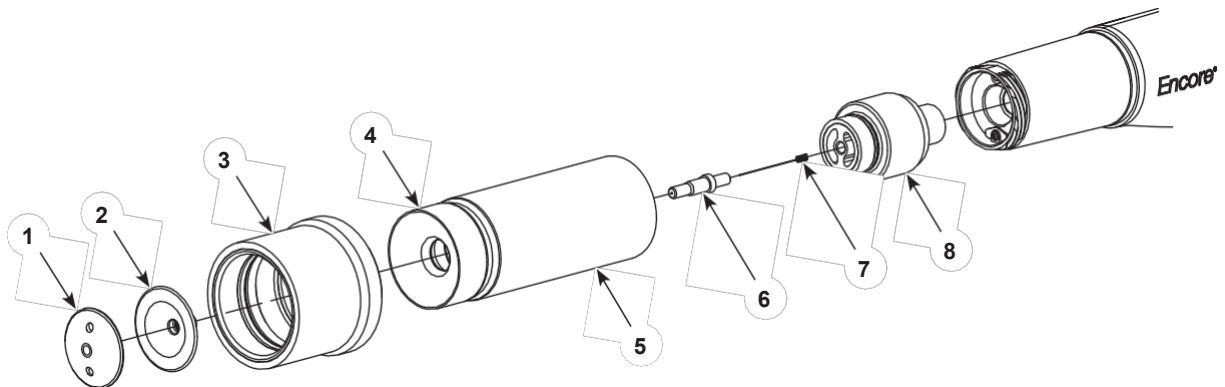

Abbildung 4-1 Reinigung einer konischen Düse
1. Siehe Abbildung 4-1. Den Deflektor (2) mit dem Finger festhalten und die Deflektorkappe (1). Den Deflektor vorsichtig vom konischen Elektrodenhalter (6) abziehen.
2. Schrauben Sie die Düsenmutter (5) ab und entfernen Sie die Mutter, die konische Düse (4) und die Modellhülse (3) von der Spritzpistole abnehmen.
5. Prüfen Sie den Elektrodenhalter (6). Wenn der Elektrodenhalter verschlissen oder beschädigt ist, schrauben Sie ihn von der Elektrodenhalterung ab und entfernen Sie die Elektrode (7). Setzen Sie die Elektrode in die neue Halterung ein und schrauben Sie die Halterung dann in den Elektrodenträger (8). Die Elektrodenhalterung (6, 7 und 8) in die Spritzpistole einbauen.